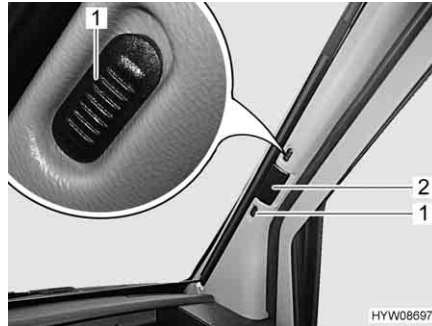

Fig. 41 Tendina oscurante pieghevole (parabrezza)
- Spingere i bottoni di bloccaggio (Fig. 41,1) verso l'alto o verso il basso (punto rosso = aperto).
- Tirare la tendina oscurante pieghevole del parabrezza per la maniglia (Fig. 41,2) verso il centro della finestra.
- Spingere verso l'esterno le due metà della tendina oscurante pieghevole del parabrezza per la maniglia (Fig. 41,2) fino all'arresto.
- Spingere i bottoni di bloccaggio (Fig. 41,1) verso l'alto o il basso (nessun punto rosso = bloccato).